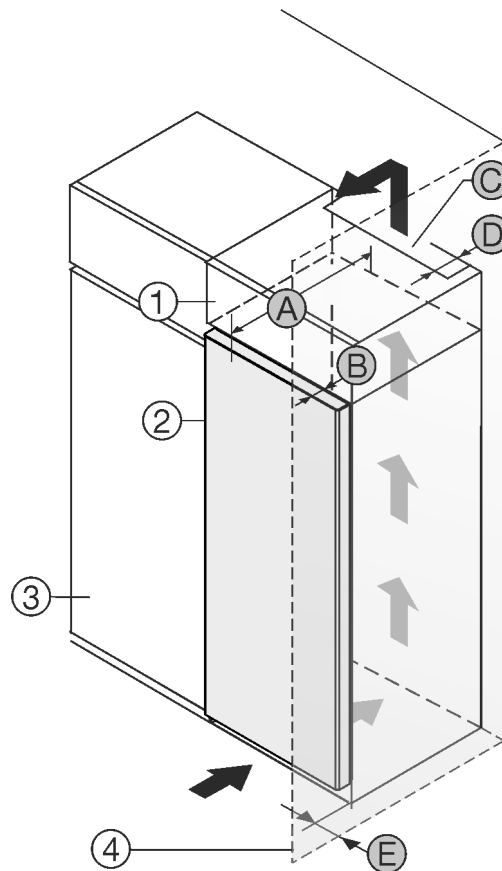

Fig. 1
- (1) Дополнительный шкафчик
- (2) Устройство
- (3) Кухонный шкаф
- (4) Стена
- (A) Глубина устройства
- (B) Глубина двери
- (C) Вентиляционное сечение
- (D) Расстояние до обратной стороны устройства
- (E) Расстояние до стороны устройства
Вы можете установить устройство непосредственно рядом с кухонным шкафом Fig. 1 (3).
На задней стенке дополнительного шкафчика должен быть вентиляционный канал с глубиной Fig. 1 (D) по всей ширине этого шкафа.
Нужно соблюдать вентиляционное отверстие Fig. 1 (C) под нижней панелью.
Если устройство устанавливается на шарнирах у стены Fig. 1 (4), то расстояние между устройством и стеной должно быть не менее 13 мм.
Если устройство устанавливается на шарнирах у стены Fig. 1 (4), то расстояние между устройством и стеной должно быть не менее 20 мм.
Чтобы можно было полностью открыть дверь, устройство должно выступать на глубину двери Fig. 1 (B) относительно передней стенки кухонного шкафа. В зависимости от глубины кухонных шкафов Fig. 1 (3) и использования пристенных распорок устройство может выступать и больше.